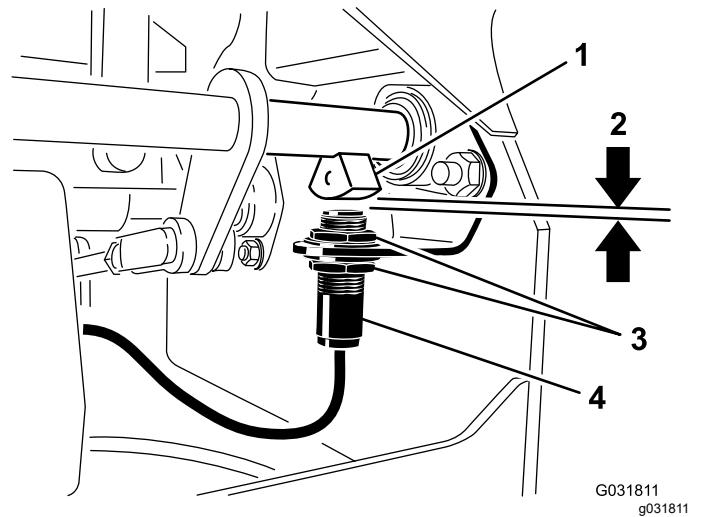

Figure 51
4. Montez ou descendez le contacteur sur le support jusqu'à ce que le capteur d'arbre de frein et le plongeur du contacteur soient distants de 4 mm, comme montré à la (Figure 51).